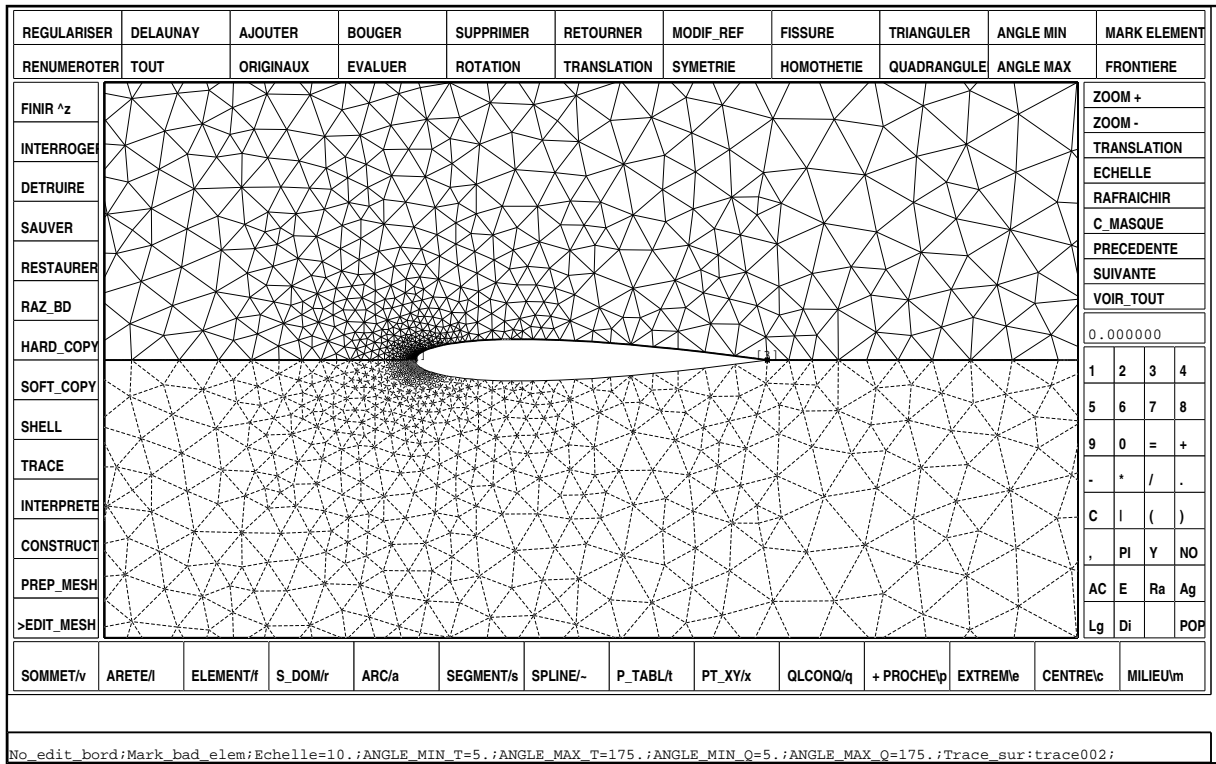

Figure 30: Zoom de 10 du maillage du naca0012 symétrisé
- Cliquer dans l'item **TOUT**, *tout le maillage est symétrisé, la partie symétrisée est affichée en traits pointillés (figure 30).*